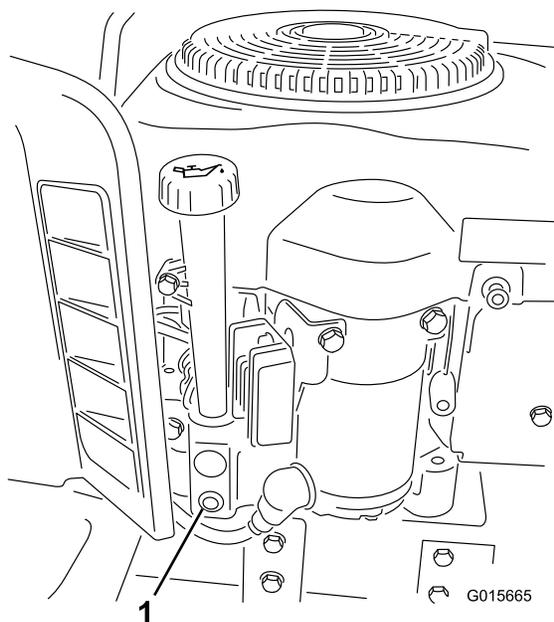

Figura 19
6. Posizionate una bacinella di spurgo sotto il tappo di spurgo dell'olio, e togliete quest'ultimo ruotando il dado finale in senso antiorario (Figura 19).
10. Svitare l'astina del livello dell'olio e versate lentamente circa l'80% della quantità indicata d'olio nel foro di rifornimento (Figura 19).